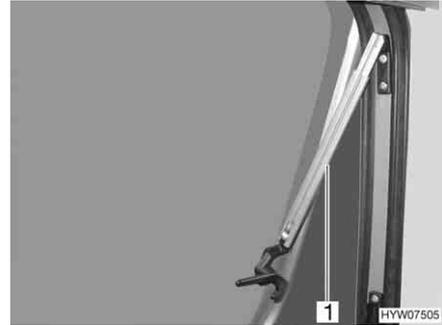

Fig. 22 Finestra apribile con deflettori automatici, aperta
- Aprire la finestra apribile fino al punto di arresto desiderato. Il deflettore automatico (Fig. 22,1) si innesta automaticamente in posizione.